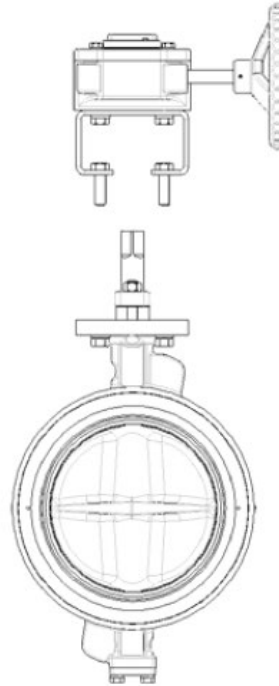

Fig 20
12.2.1 Placér og spænd ventilen fast i arbejdsbænk med spindel opad. Demontér betjening og konsol (Fig 20).